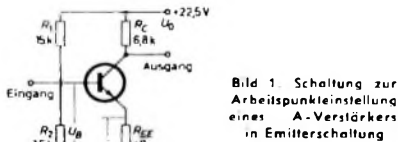

Bild 1. Schaltung zur Arbeitspunkteinstellung eines A-Verstärkers in Emitterschaltung
Wie Gl (2) zeigt, ergibt sich eine schlechte Stabilität, wenn  $R_E$  gegen Null geht ( $S$  geht dann gegen  $B + 1$ ). Im Idealfall dagegen geht mit  $R_B$  gegen Null der Stabilitätsfaktor  $S$  gegen 1. Diese ideale Stabilität ist jedoch mit der Schaltung nach Bild 1 nicht zu verwirklichen. Welchen Stabilitätsfaktor man wählen muß, wird im allgemeinen von der vorliegenden Aufgabe abhängen. Nach einer Faustformel ergibt sich für stark stabilisierte Schaltungen
Schaltungen, die gute Temperaturstabilität aufweisen, sind meistens auch gegen das Auswechseln von Transistoren unempfindlich. Das gilt vor allem für die Schaltung nach Bild 1. Besonders die Erzeugung der Basisvorspannung mit einem Spannungsteiler macht die Schaltung unabhängig von den Transistorparametern. Die Basisvorspannung  $U_B$  ist dabei
Für die Emitterschaltung (Bild 1) erhält man den Collectorstrom aus der Gleichung
Darin ist  $B$  die Gleichstromverstärkung in Emitterschaltung und  $S$  der Stabilitätsfaktor.  $S$  sollte für gute Stabilität möglichst klein sein; für den Idealfall gilt  $S = 1$ . Bei großem Stabilitätsfaktor kann, wenn eine stärkere Temperaturänderung eintritt, die Änderung von  $I_C$  so groß sein, daß die Schaltung nicht mehr funktionsfähig ist. Es gibt zwar keine Möglichkeit, den Reststrom eines Transistors zu ändern, man kann aber den Stabilitätsfaktor so beeinflussen, daß die Schaltung die zu erwartenden Temperaturänderungen verarbeiten kann. Der Verstärker nach Bild 1 hat gute Stabilität, verbunden mit niedrigen Verlusten bei anderen Schaltungsparametern. Für diese und die meisten anderen Schaltungen ist der Stabilitätsfaktor
stromersatzschaltbild des Verstärkers nach Bild 1. Für den dynamischen Eingangswiderstand  $r_i$  des Transistors gilt